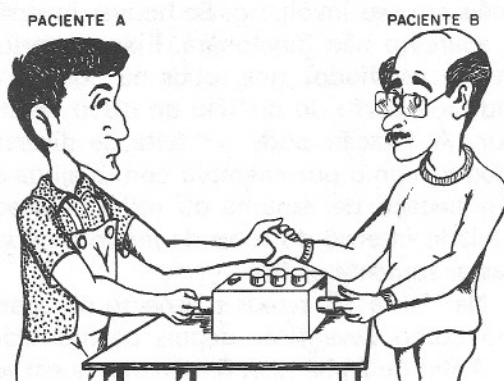

figura 12
c) Outra experiência é feita com duas pessoas. Cada uma enfiará o dedo indicador de uma das mãos num dos tubos, conforme mostra a figura 12.